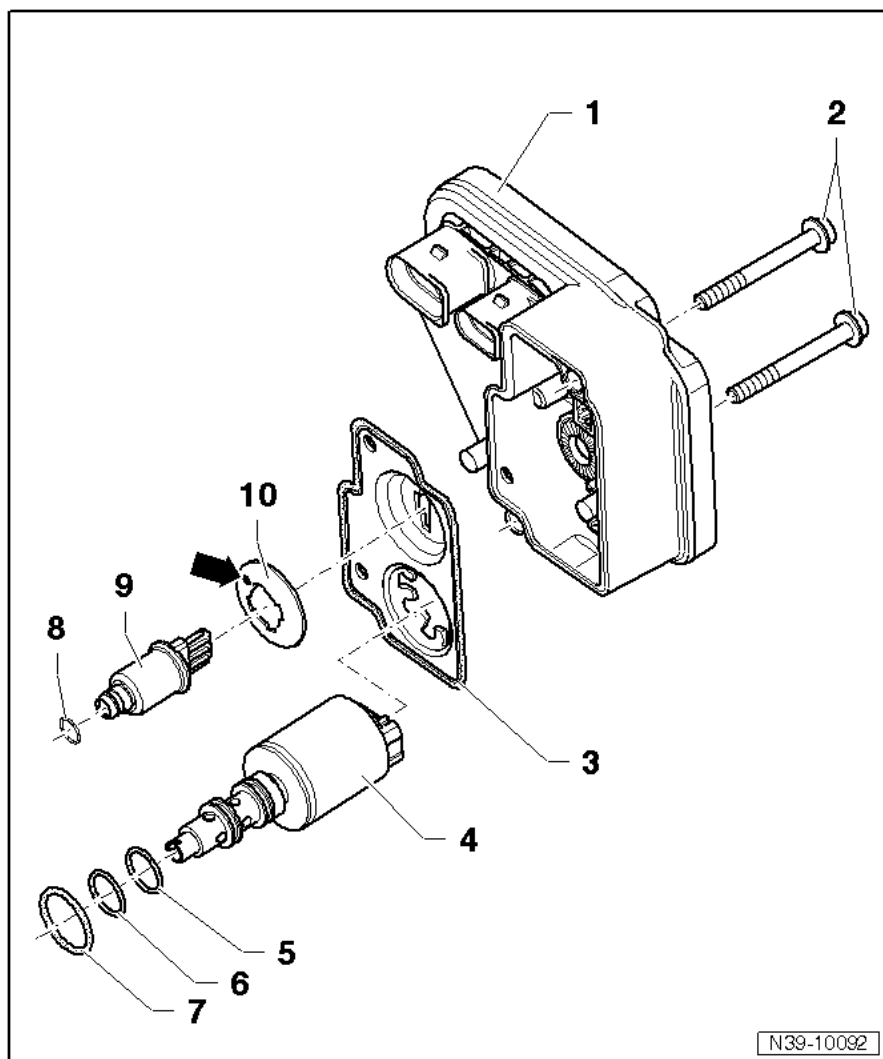

Abb. 6: Einbaulage der Tellerfeder
- ☐ Einbaulage ⇒ Abb. 6 in **39-9** Seite 5